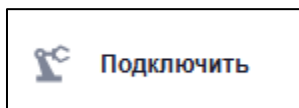

Рисунок 34 – Кнопка «Подключить»
9. Подключите манипулятор в приложении – нажмите кнопку «Подключить» в верхнем левом углу (см. Рисунок 34).